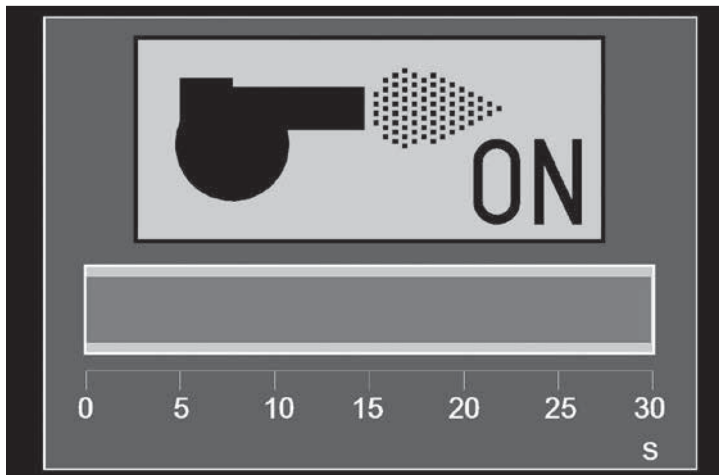

Figure 26
- Brûleur allumé – Le carburant s'écoule vers la chambre de combustion et est allumé. Voir la Figure 26.